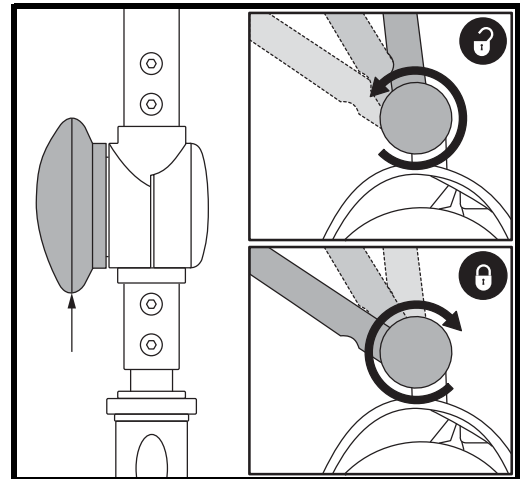

Figure 17. Réglage du guidon
## REGLAGE DE L'INCLINAISON DU GUIDON (Voir la figure 17)
1. Avec le siège et la batterie retirés (voir les procédures de démontage sur la page précédente), abaissez le guidon et serrez le bouton de réglage. **Voir la figure 17.**
3. Remontez complètement le guidon en position et resserrez le bouton de blocage. **Voir la figure 17.**